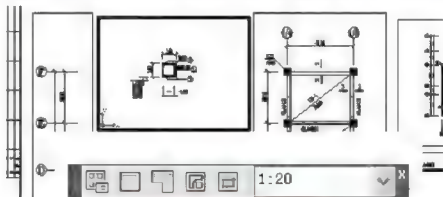

图 5.68 调整视图并设置出图比例
② 将左上角视口设为当前视口，并将窗口调整至只显示“1-1 断面图”的状态，如图 5.68 所示。最后，在【视口】工具栏右侧的文本框内设置该图的出图比例为“1:20”。